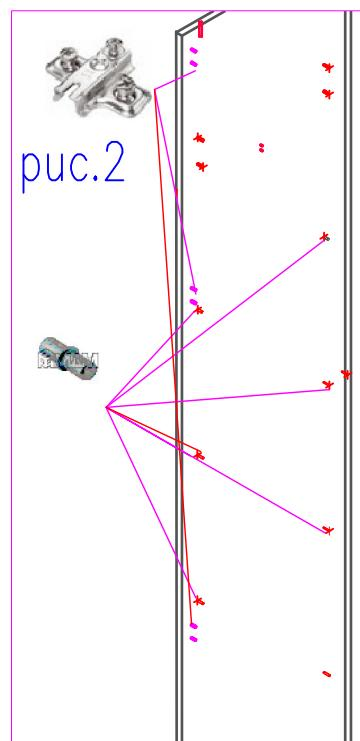

рис.2
- 2.На посадочные места дет.1,2 установить монтажные планки Ф.№8(.рис.2)
- 7.В посадочные места дет.1,2 установить полкодержатели Ф №4(.рис.2).